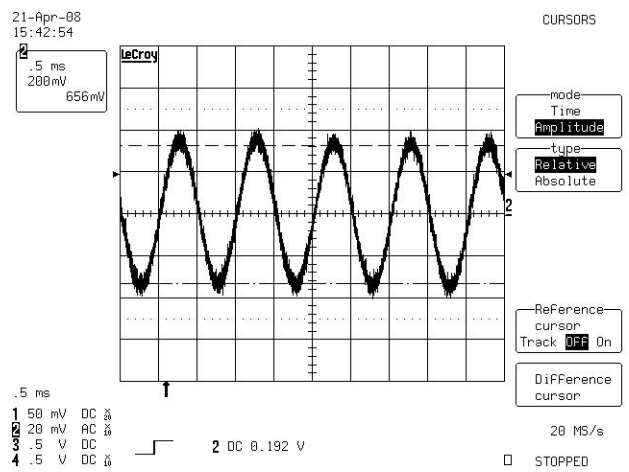

图 26 功放输入信号波形
5、频率为 1KHz 的伴音信号，功放 U802 输出端（CA17、CA18 处）波形如图 26 所示。